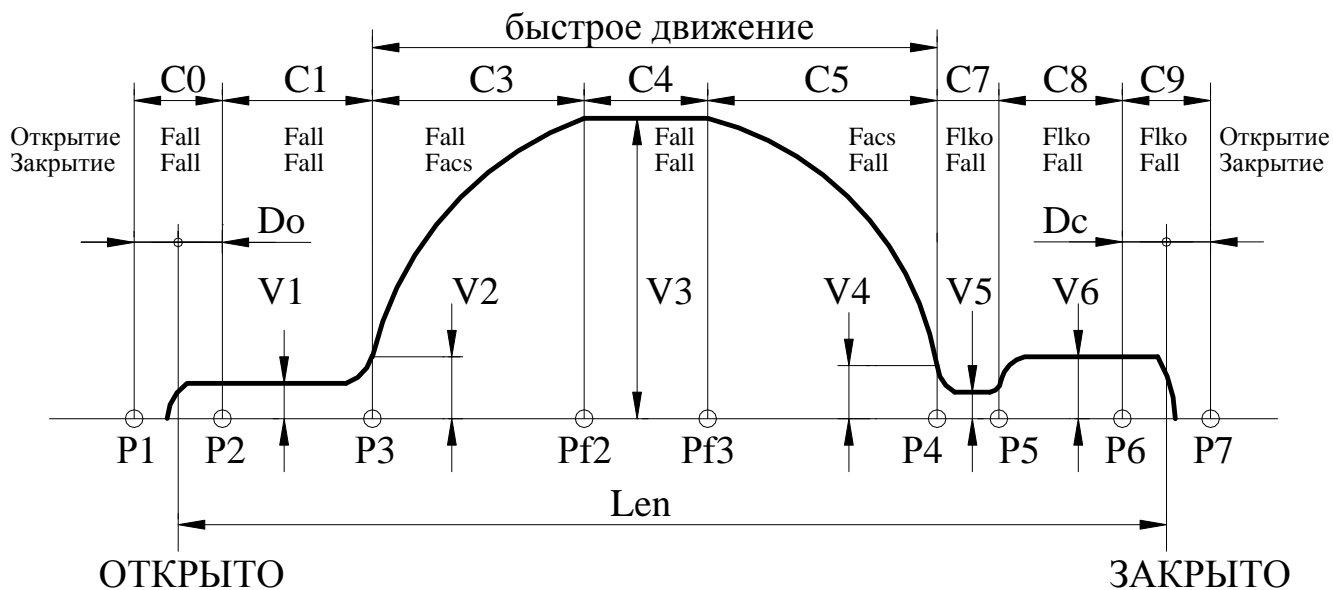

Рис.5. Траектория движения.
3.7.3.3. При **полном закрытии**, когда одновременно поданы команды ЗД и ДК и *Устройство* определило наличие упора в зоне С9 (см. **рис.5**), произойдет синхронизация *Устройства* на значении проема, ранее измеренного и записанного в память ($Len=tP.21$).
3.7.3.6. Если проем был уже промерен, то после синхронизации, *Устройство* начинает двигаться по траектории, показанной на **рис.5**.
3.7.4.2. После инициализации измерения проема необходимо подать команду ЗД. При **полном закрытии**, когда одновременно поданы команды ЗД и ДК и *Устройство* определило наличие упора в зоне С9 (см. **рис.5**), произойдет синхронизация *Устройства* на минимально возможном значении проема и будет выдан сигнал ВКЗ. После этого нужно подать команду ОД. При получении упора при открытии будет выдан сигнал ВКО. *Устройство* сравнит полученное значение длины проема с минимальным и максимальным значением и, если оно будет находиться в допустимых пределах, произойдет запись полученного значения в память, в противном случае будет выдана ошибка **ELrL** (длина проема находится вне допустимых пределов) и записи полученного значения в память не произойдет.
3.7.7.4. *Устройство* обрабатывает траекторию движения, показанную на **рис.5**, справа налево.
- 3.7.8.4. *Устройство* обрабатывает траекторию движения, показанную на **рис.5**, слева направо.
- 3.7.8.7. При **полном закрытии**, когда одновременно подан ДК и *Устройство* определило наличие упора в зоне С9 (см. **рис.5**), выдается сигнал ВКЗ. После этого *Устройство* переходит в режим одностороннего удержания.
- **E0L** – переезд зоны полного открытия (**C0, рис.5**) или полного закрытия (**C9, рис.5**). *Синхронизация* в этом случае выключается. Ошибка сбрасывается при смене кода направления вращения, но затем необходимо провести *синхронизацию* заново. При повторном неоднократном возникновении данной ошибки нужно провести **измерение проема**, если затем эта ошибка все равно будет возникать, необходимо проверить механику привода.
- $C_err=tP.61$ – участок движения (**рис.5**), на котором произошла ошибка при наличии синхронизации, $C_err=11$ при отсутствии синхронизации.
3.8.1. Рис.5, на котором показана траектория движения, отслеживаемая Устройством, поясняет назначение многих параметров, рассмотренных ниже. На рис.5 отображено также распределение сил на участках траектории отдельно при открытии и при закрытии (при переходе в режим удержания устанавливается соответствующая сила удержания).
- Если $Var_sl=1$, то точка препятствия запоминается и происходит замедление скорости движения при подходе к точке препятствия до $Vbar$. При отсутствии препятствия в том же месте, дальнейшее движение происходит по кривой, указанной на **рис.5**.
3.8.7.14. **Номер D** – C_vko (мм) – дополнительное смещение точки **P2(рис.5)** для расширения диапазона выдачи и удержания сигнала ВКО. Если препятствие находится в зоне C_vko , то выдается ВКО и включается режим одностороннего удержания. Координата точки удержания определяется из выражения $Xargo = Xup + Dkeero - 30$, где Xup – координата препятствия.
3.8.7.15. **Номер E** – C_vkz (мм) – дополнительное смещение точки **P6(рис.5)** для расширения диапазона удержания сигнала ВКЗ.